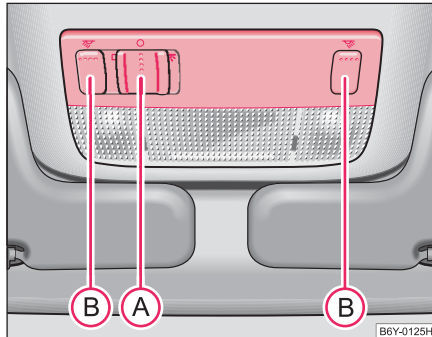

Abb. 34 Ausschnitt aus dem Dachhimmel: Innenbeleuchtung vorn
- Drücken Sie den Schalter **(A)** ⇒ **Abb. 34** nach rechts in die Stellung